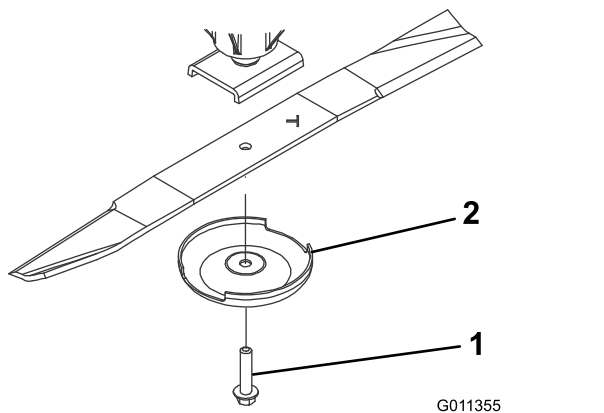

Figura 85
2. Sujete el extremo de la cuchilla usando un paño o un guante grueso. Retire del eje de la cuchilla el perno de la cuchilla, el protector de césped y la cuchilla (Figura 85).
3. Instale la cuchilla, con la vela hacia la carcasa de corte, con el protector de césped y el perno de la cuchilla (Figura 85).